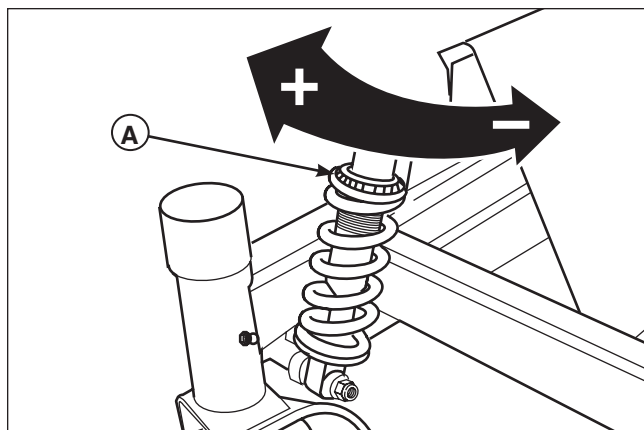

Figure 16. Réglage de la suspension
2. Voir la Figure 16. Tourner le collier de réglage de charge (A) **DANS LE SENS DES AIGUILLES D'UNE MONTRE** pour augmenter la charge, tourner **DANS LE SENS CONTRAIRE AUX AIGUILLES D'UNE MONTRE** pour diminuer la charge. S'assurer que les deux suspensions avant sont réglées au même montant de charge. S'assurer que les deux suspensions arrière sont réglées au même montant de charge.